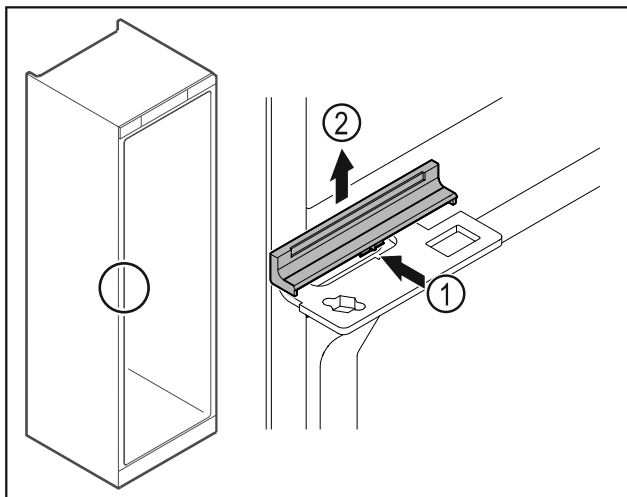

Fig. 43
- ▶ Vajutage katet Fig. 43 (1) keskelt veidi sisse ja võtke ülespoole maha Fig. 43 (2).